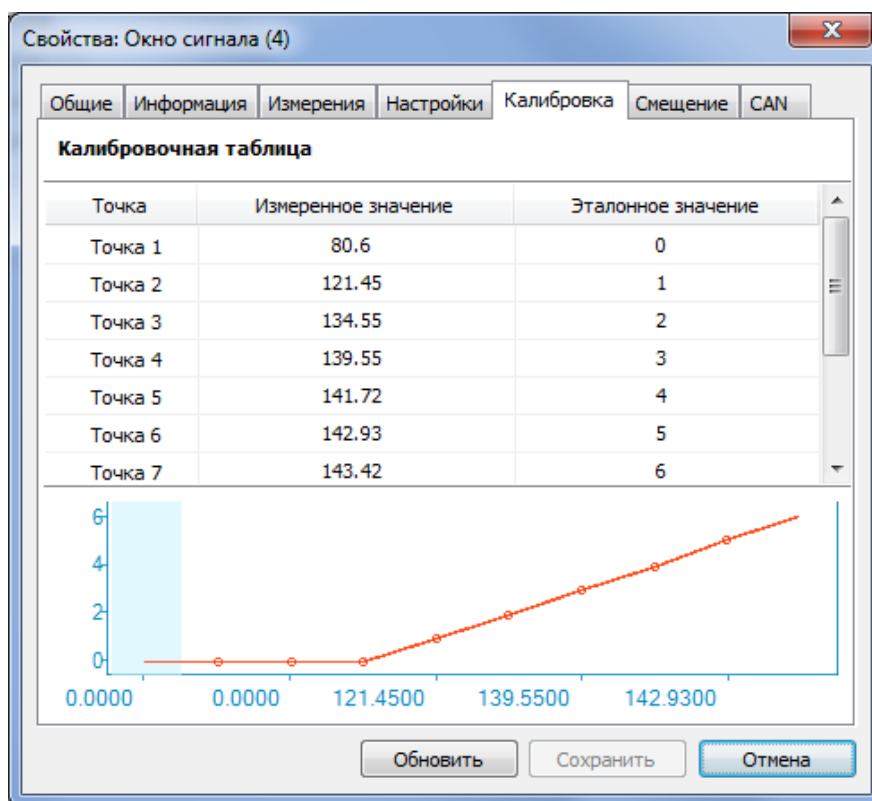

Рис. 4.3 Вкладка «Калибровка»
- 2.2.3.3. Снова открыть окно «Свойства» канала «Окно сигнала» и теперь выбрать вкладку «Калибровка» (Рис. 4.3).
2.2.3.5. Заполнить «Калибровочную таблицу» (Рис. 4.3), используя нужное количество точек.
➤ Визуально проконтролировать «Калибровочную кривую». Под таблицей на Рис. 4.3 отображается «Калибровочная кривая», она не должна иметь сильных «искривлений», таких как, например, провал в «0» или выброс в «максимум». Правильной является форма близкая к «прямой» или «экспоненциальной». Если на «калибровочной кривой» присутствуют существенные выбросы или провалы, то возможно в данных точках калибровочные измерения проведены не корректно, и их значения следует провести заново.